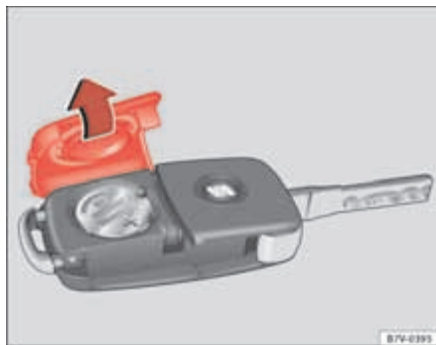

Fig. 43 Llave del vehículo: tapa del compartimento para la pila.
La pila se encuentra en la parte trasera de la llave del vehículo, bajo una tapa ⇒ **fig. 43**.
- Retire la tapa de la parte trasera de la llave del vehículo ⇒ **fig. 43** en la dirección de la flecha ⇒ **!**.
- Coloque la tapa en la carcasa de la llave del vehículo, presionándola tal como se muestra ⇒ **fig. 43**, en sentido contrario a la flecha, hasta que encastre.